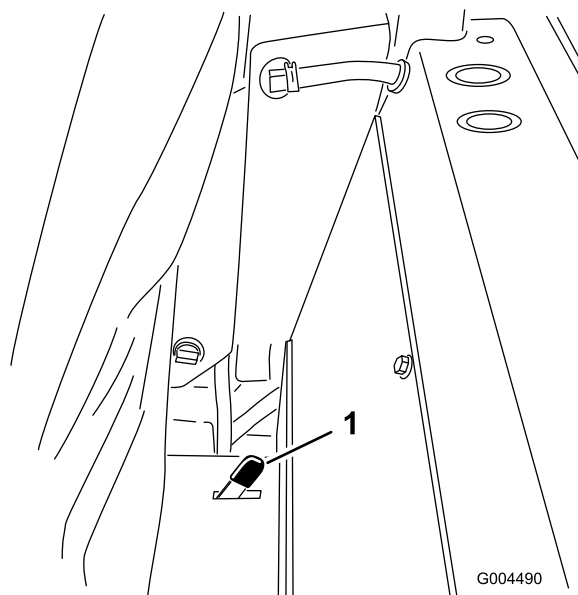

Figura 19
- Presione uno de los enganches del asiento situados detrás y en los lados del mismo hacia atrás para desenganchar el asiento, y tire hacia adelante la parte superior del asiento (Figura 19).